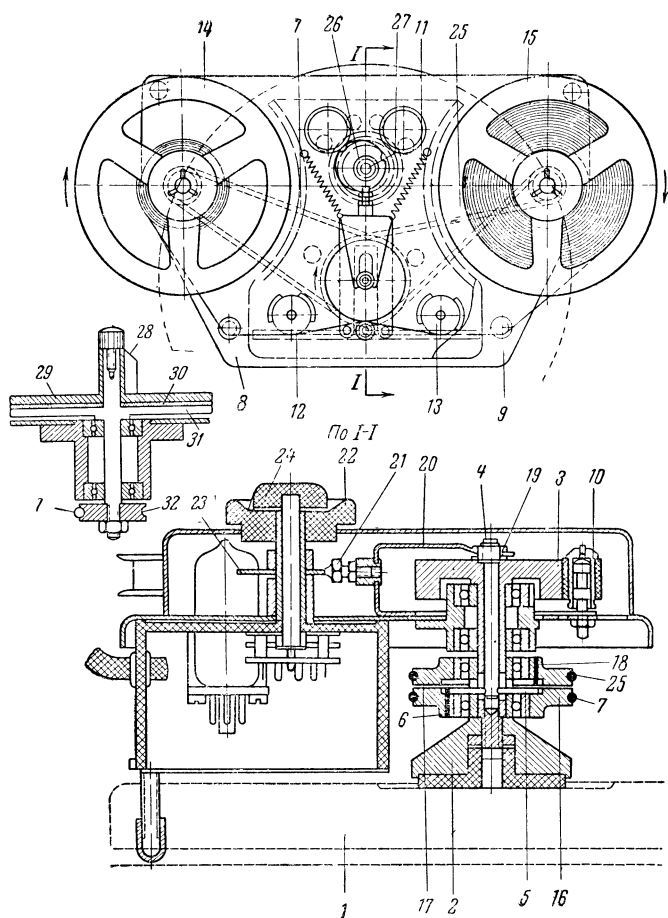

Рис. 63. Механизм магнитофона-приставки «Лира».
Лентопротяжный механизм приставки «Лира» показан на рис. 63. В центре механизма расположен ведущий узел вместе с реверсивным устройством ускоренных перемоток ленты вперед—назад и ее подмотки. Ведущий узел состоит из полого металлического вала, на верхнем конце которого находится массивный ведущий ролик (3). На нижнем конце вала имеется резьба. Вал вращается в двух коренных шарикоподшипниках, установленных в специальной общей оправке, укрепленной на шасси. На нижней части вала находятся два шкива 16 и 17, а на конце вала закреплена грибовидная планшайба 2, сцепленная с диском грампроигрывателя 1. Шкивы 16 и 17 могут свободно вращаться в любую сторону.
Левый узел приема ленты этой приставки аналогичен такому же узлу приставки «Тони», но в нем вместо подшипника скольжения применены два шарикоподшипника (см. левую среднюю часть рис. 63).